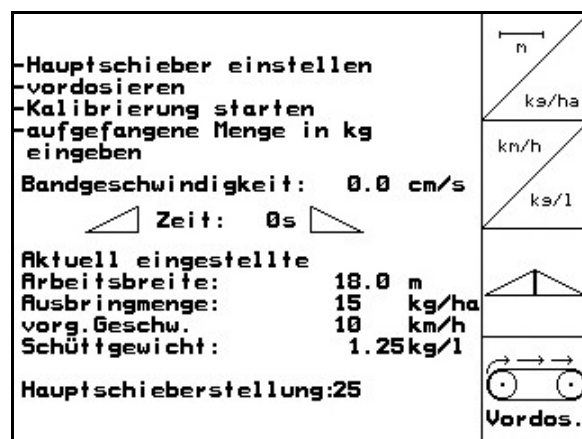

Рис. 28
- Появится индикация установленного значения новой предустановки основной заслонки (Рис. 28).